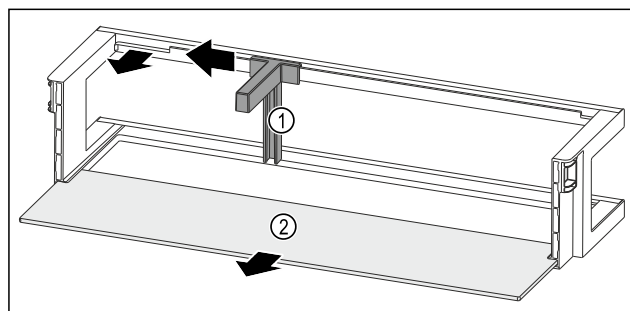

Fig. 90 Balconcino controporta con portabottiglie e ripiano
- Spingere il portabottiglie Fig. 90 (1) lateralmente fino all'incavo.
- Rimuovere il portabottiglie Fig. 90 (1).
- Rimuovere il ripiano Fig. 90 (2).